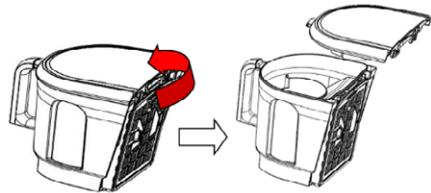
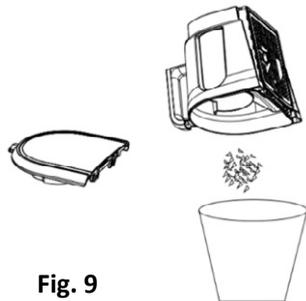

Fig. 8
Fig. 9
3. Come in **Fig.8**, mettere il contenitore della polvere sul bidone della spazzatura: Premere il pulsante di rilascio per aprirlo e far cadere la polvere nel bidone (**Fig.9**).